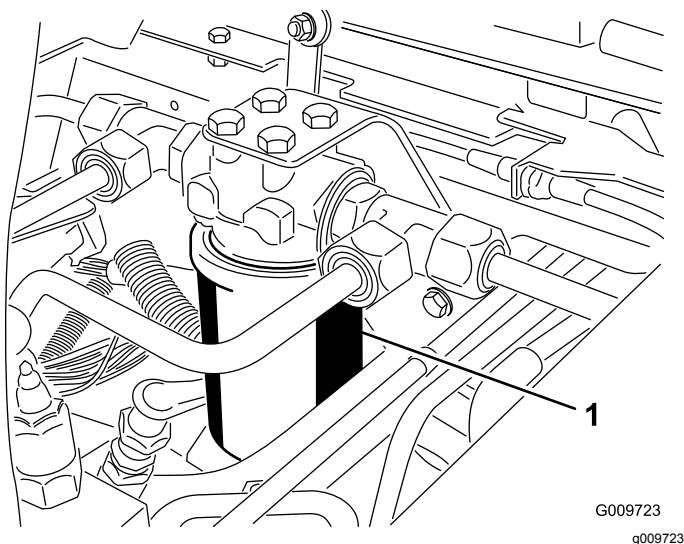
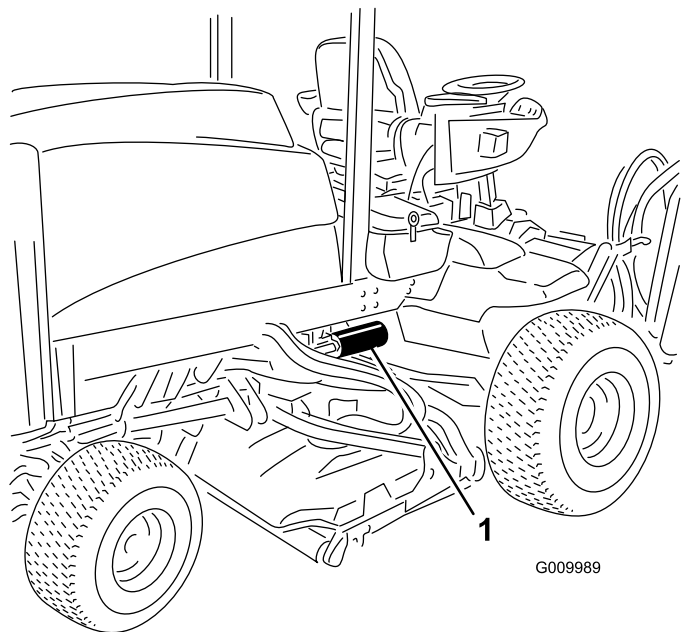

Figura 55
Figura 56
2. Pulite la superficie circostante il filtro. Collocate una bacinella di spurgo sotto il filtro (**Figura 55** e **Figura 56**).